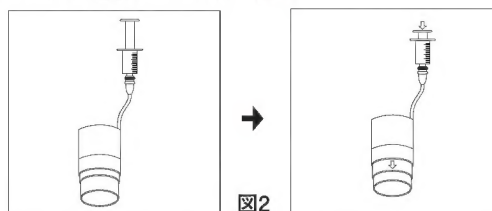

図2
5. 送気コネクタにシリンジ（空気駆動用）を接続し、約3mLの空気を一気に注入する。そのときスライド筒が前方に突出することを確認すること。（図2）